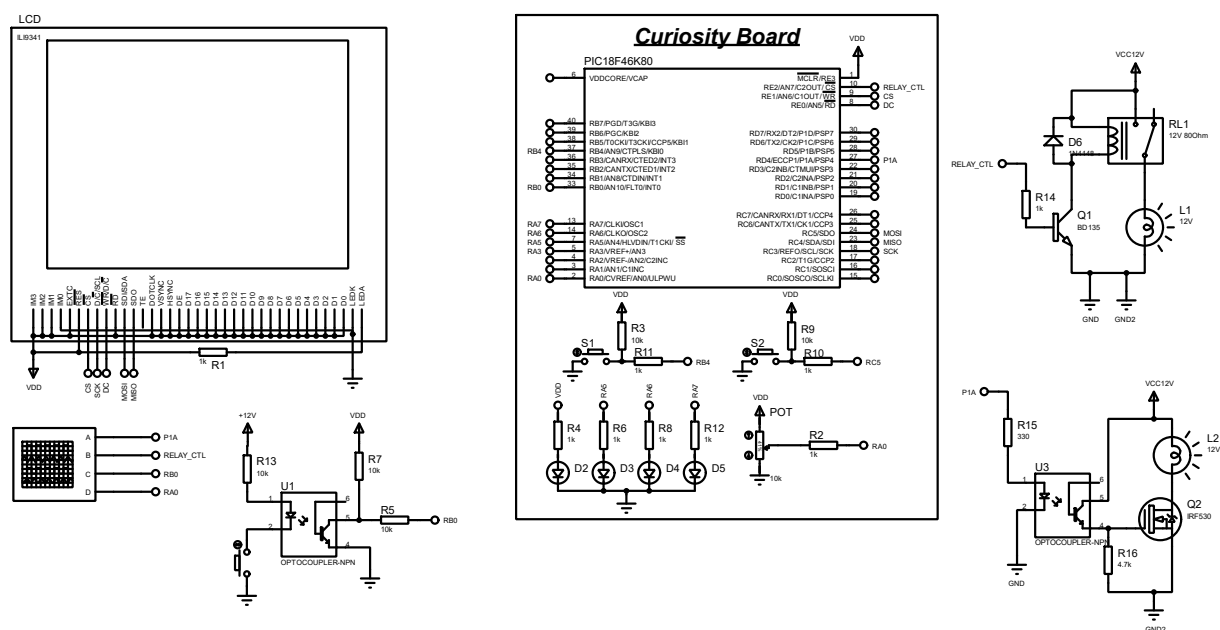

Figura 3 – Controlo de uma carga utilizando um MOSFET.
4. Implemente o circuito indicado na Figura 3. Utilize a saída RD4 do microcontrolador para controlar o estado do transístor Q2 (do tipo MOSFET) por intermédio do circuito integrado de isolamento ótico U3.